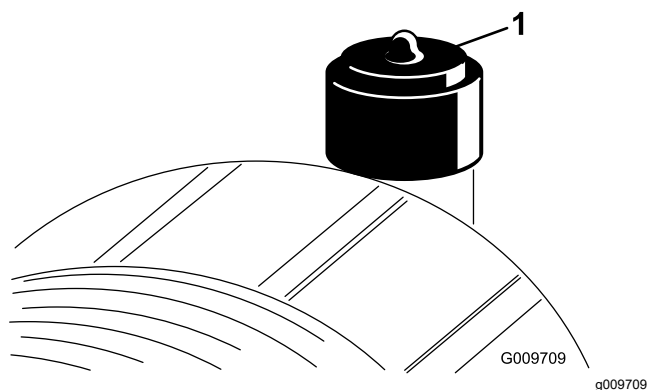

Figura 74
Effettuate la manutenzione del filtro dell'aria quando l'indicatore (Figura 74) lo richiede. Sostituendo il filtro dell'aria prima del necessario si aumenta il rischio che la morchia penetri nel motore quando si toglie il filtro.
9. Se la spia (Figura 74) è rossa, resettatela.